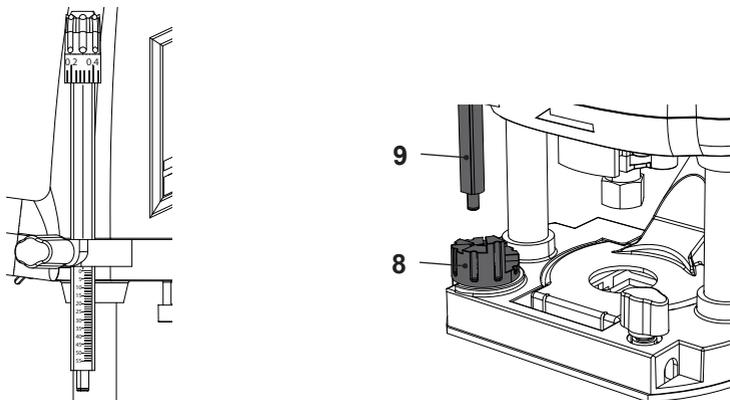

Рис. 16
- > Установите степ-буфер (8) в самое нижнее положение.
- > Раскрутите фиксатор ограничителя глубины (10), чтобы фиксатор глубины (9) мог свободно двигаться.
- > Ослабьте рычаг установки глубины (16) и медленно опускайте изделие, пока фреза не коснется поверхности заготовки. Зажмите рычаг установки глубины (16), когда изделие окажется в самом нижнем положении.
- > Настройте фиксатор глубины (9) так, чтобы он касался нижней ступени степ-буфера (8), и посмотрите текущее значение на шкале. Прибавьте нужную глубину резки и соответственно настройте фиксатор глубины (9) (Рис. 16).